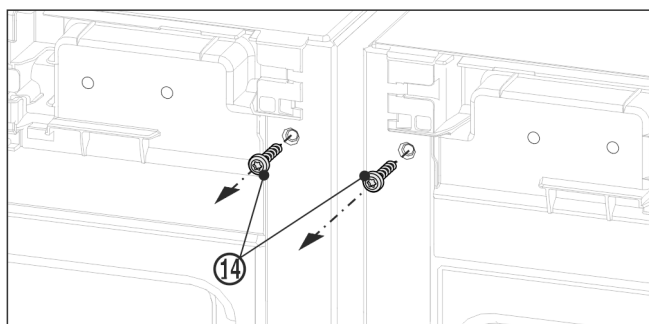

Fig. 11
- ▶ Voor de montage van het bovenste hoekstuk, beide aardingsschroeven Fig. 11 (14) eruit draaien.